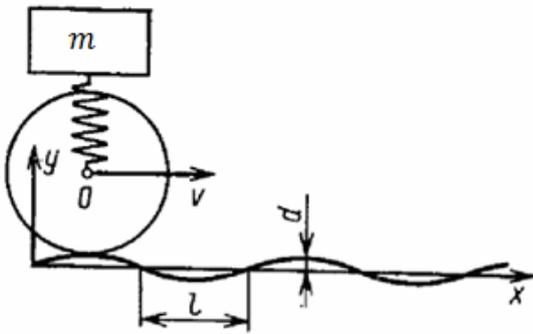

Рис.3
**Ситуация 3.** Колесо катится по волнистой поверхности с постоянной горизонтальной скоростью  $v$  (рис.3). Определить амплитуду вынужденных колебаний в вертикальном направлении груза  $m$ , прикрепленного к оси колеса с помощью пружины. При статическом приложении веса груза  $m$  смещение конца пружины  $\delta_{ст} = 0,098$  м, скорость  $v = 18$  м/с и волнистая поверхность описывается функцией  $y = d \sin \pi x/l$ , где  $d = 0,025$  м,  $l = 0,9$  м. Будет ли уменьшаться амплитуда вынужденных колебаний при уменьшении скорости? Найти скорость, при которой амплитуда вынужденных колебаний будет наибольшей.